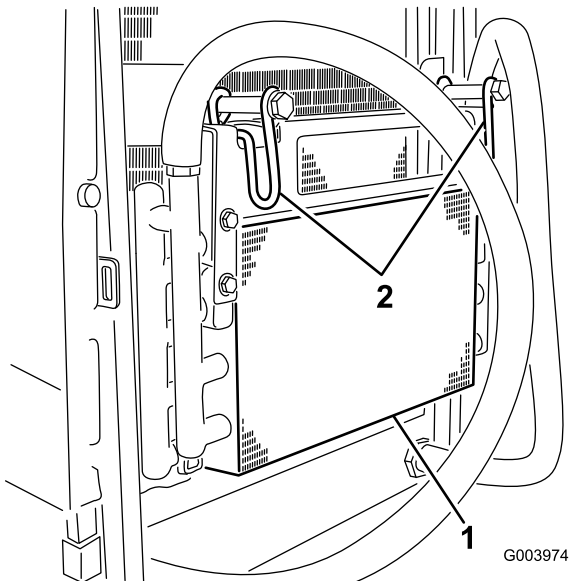

Figure 57
5. Pivotez les attaches vers l'intérieur pour dégager le refroidisseur d'huile (Figure 57).